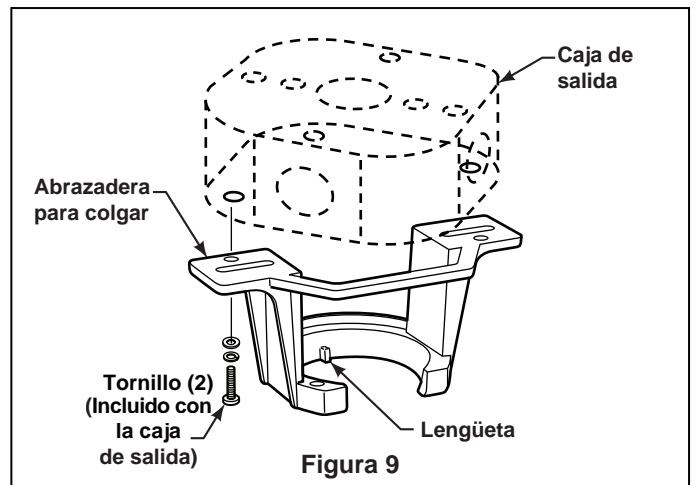

Figura 9
- 1. Fije bien la abrazadera para colgar a la caja de salida con los tornillos y las arandelas provistas con la caja de salida. (Figura. 9)